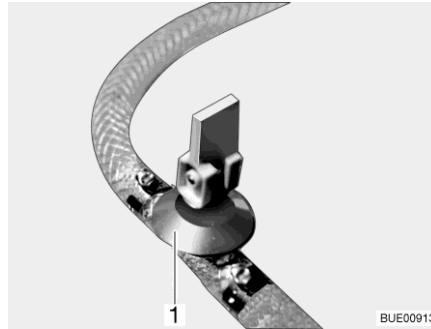

Fig. 217 Rubinetto di scarico
- Chiudere il rubinetto/i rubinetti di scarico. A questo scopo posizionare orizzontalmente la leva a bilanciere (Fig. 217,1).
- Aprire il rubinetto/i rubinetti di scarico (Fig. 217). A questo scopo posizionare verticalmente la leva a bilanciere (Fig. 217,1). Il boiler viene svuotato verso l'esterno.